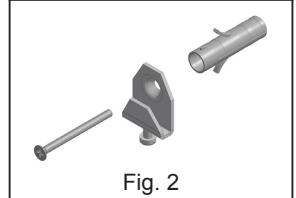

Fig. 2
- a) 2 nivellerende kroker som festes med medfølgende ekspansjonsplugger (Fig. 2)
- 7) Heng hetten på festesystemet (Fig. 2 og 3) og niveller den med justeringskruen.